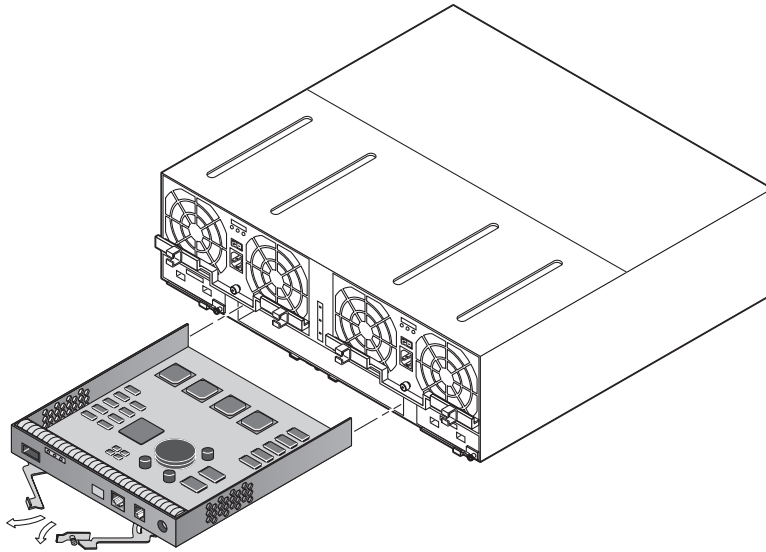

FIGURE 6-15 Retrait de la carte contrôleur
6. **Tirez les poignées pour dégager la carte contrôleur du connecteur et retirez-la de la baie (FIGURE 6-15).**